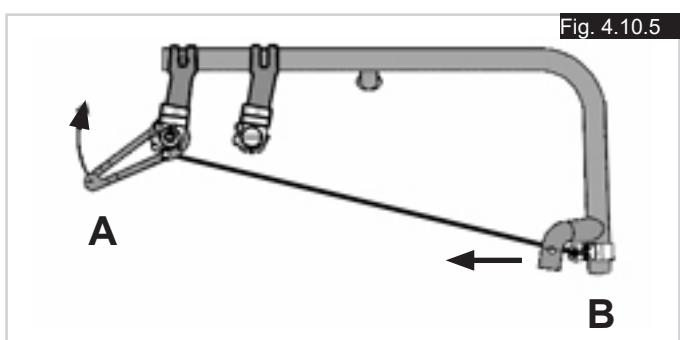

Fig. 4.10.5
- Flytt stramningsverktøyet (A) oppover, til mottakeren og det fremre røret (B) begynner å bevege seg bakover (Fig. 4.10.5).
- Hold kabelen strekt ved hjelp av stramningsverktøyet, og stram skruen på den bakre kabelmottakeren (Fig. 4.10.5).